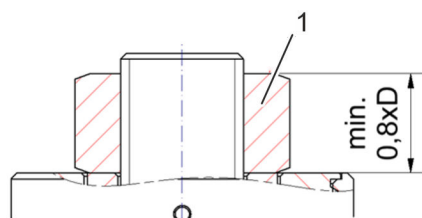

Fig. 30: Spændemøtrik på kundesiden
Spændecylinderen PSEF anvendes med en spændemøtrik på kundesiden (Fig. 30/1).
Gevindoverlapningen for den påskruede møtrik (Fig. 30/1) på skruen, der skal spændes, skal være mindst  $0,8 \times D$  (D: gevindiameter).
1.  Skru spændemøtrikken på kundesiden (Fig. 30/1) på.
Gvindoverlapningen for den påskruede møtrik (Fig. 30/1) på skruen, der skal spændes, skal være mindst  $0,8 \times D$  (D: gevinddiameter).